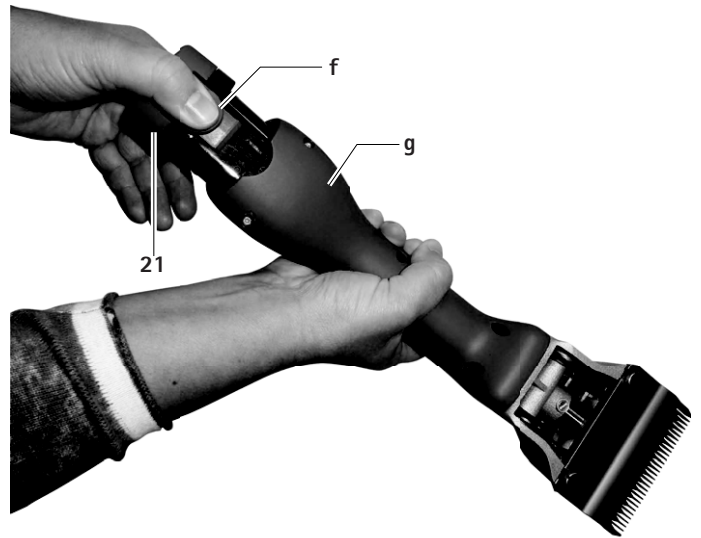

Fig. 1
- ▶ Hold den batteridrevne klippemaskinen **g** med klippehodet ned, slik at li-ionbatteriet **21** ikke faller ned når det løsnes, se Fig. 1.